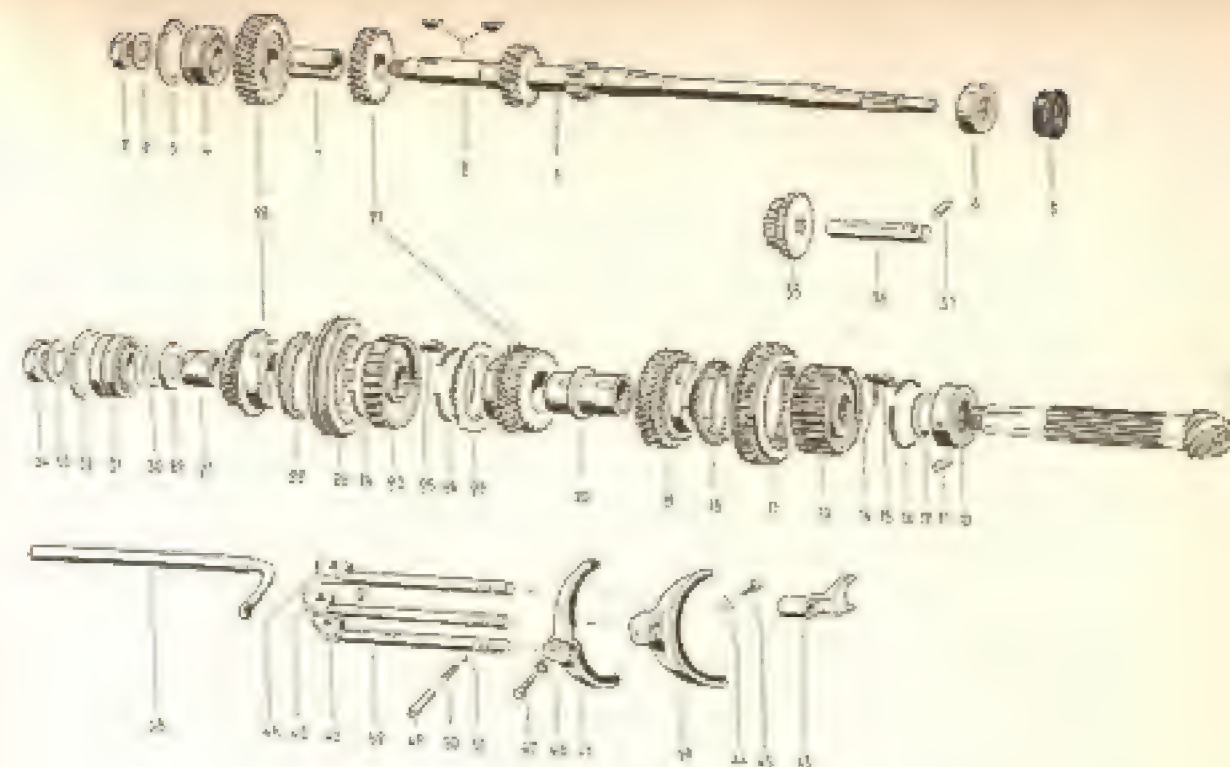

Fig. 7-J — Componentes internos da caixa de mudanças
— Retira-se o eixo da engrenagem de marcha-a-ré, preso por um pino, (37, da fig. 7-J) e depois a engrenagem.
**Desmontagem da árvore primária.** — As referências são feitas em relação a fig. 7-J. O rolamento de agulhas (6) se retira a mão. Para se retirar a porca (9) prende-se a árvore em um torno. O rolamento (4) e a engrenagem da 4.a (28) se retiram com auxílio da prensa VW 400 em combinação com as ferramentas VW 401 e VW 408. A bucha espaçadora (7) se retira com uma chave de fenda. Para se extrair a engrenagem da 3.a usa-se a prensa VW 400, em combinação com as ferramentas VW 401, 409, 421 e 431.
**Árvore secundária e peças anexas.** — A fig. 7-J também mostra a árvore secundária e a desmontagem desse conjunto torna-se mais fácil com auxílio de ferramenta VW 314, para apoio da árvore secundária. Naturalmente, tôdas as engrenagens, rolamentos e buchas só podem ser desmontados pela extremidade da porca, pois na outra se encontra o pinhão que é solidário com a árvore. Assim, retira-se a porca e tôdas
as engrenagens, sincronizadores e buchas e os dois rolamentos, na sequência mostrada pela fig. 7-J.